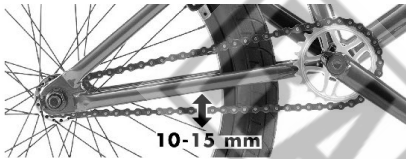

Fig. 2
- Assurez-vous que la chaîne est correctement tendue, en exerçant une légère pression sur celle-ci : vous devez pouvoir enfoncer la chaîne sur 10 mm au minimum et 15 mm au maximum (voir. Fig. 2).